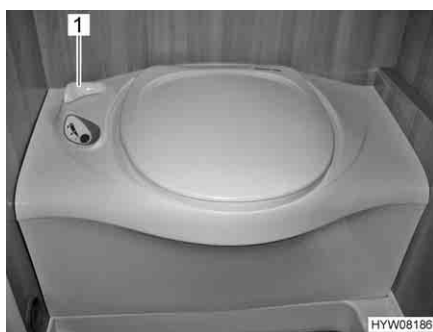

Fig. 203 Toilettes Thetford
- Avant d'actionner la chasse d'eau, ouvrir le curseur des toilettes Thetford. Tourner pour cela le levier du curseur (Fig. 203,1) dans le sens inverse des aiguilles d'une montre.
- Après avoir actionné la chasse d'eau, fermer le curseur. Tourner le levier du curseur (Fig. 203,1) dans le sens des aiguilles d'une montre.